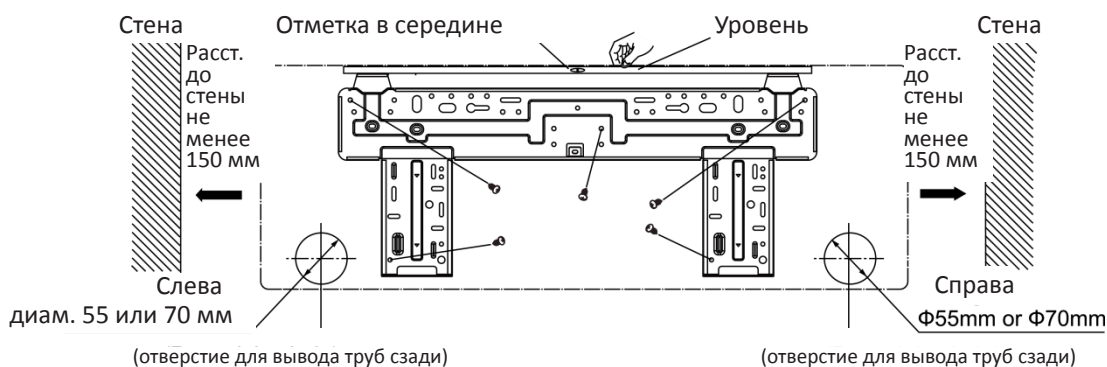

Рис. 4.2
- (1) Уровнем определить горизонтальное положение панели. поскольку конденсат будет отводиться с левой стороны, левая часть тыльной панели должна иметь небольшой уклон.
- (2) Закрепить тыльную панель на стене болтами.
- (3) Затем рукой проверить, надежно ли она закреплена. Кронштейн панели должен выдерживать массу взрослого человека (60 кг); нагрузка на все болты должна быть равномерной.
- (4) Диаметр отверстия на рис. 4.2 - 55 или 70 мм.
Ось отверстия должна располагаться в соответствии с рис. 4.2.